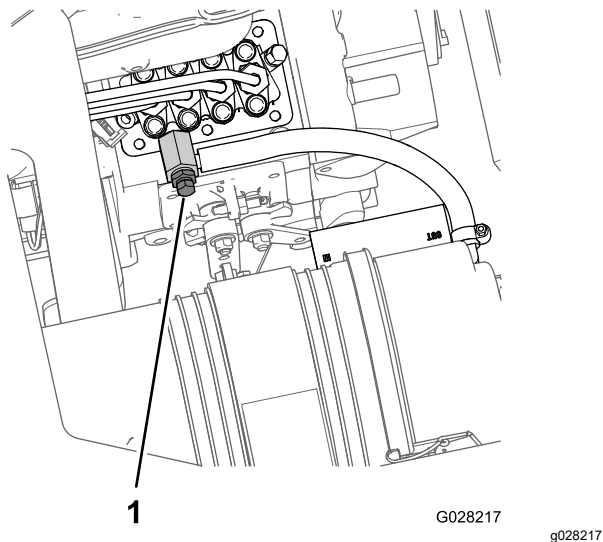

Рисунок 80
- Поместите сливной поддон под ту часть двигателя, где находится насос для впрыска топлива (Рисунок 80).
- Выверните винт стравливания воздуха из насоса для впрыска топлива (Рисунок 80).
- Оставьте ключ в положении Вкл. до тех пор, пока через продувочный винт не начнет вытекать сплошной поток топлива (Рисунок 80).
- Затяните продувочный винт (Рисунок 80) и поверните ключ в положение Выкл.